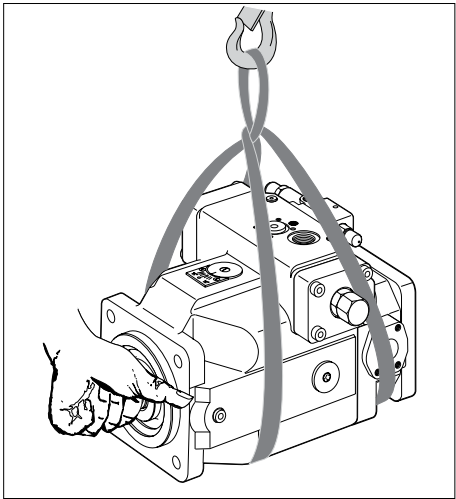

Fig. 20: Transporte con correa elevadora
- Coloque a la correa elevadora sobre la máquina a pistones axiales de manera tal que no apriete a partes montadas (por ej. válvulas), ni la máquina a pistones axiales cuelgue de partes de montaje (ver fig. 20).